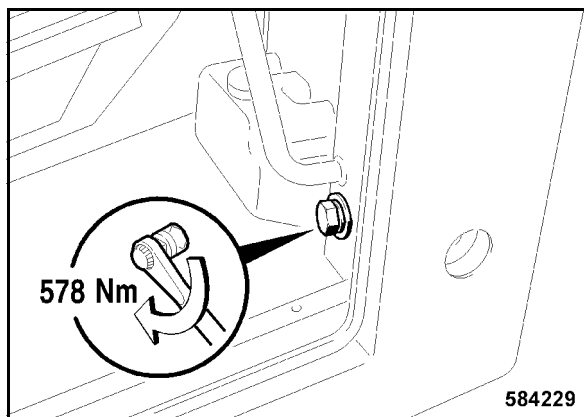

Fig. 203
- Apretar el tornillo de fijación inferior por el lado de subida (Fig. 203) con 578 Nm.